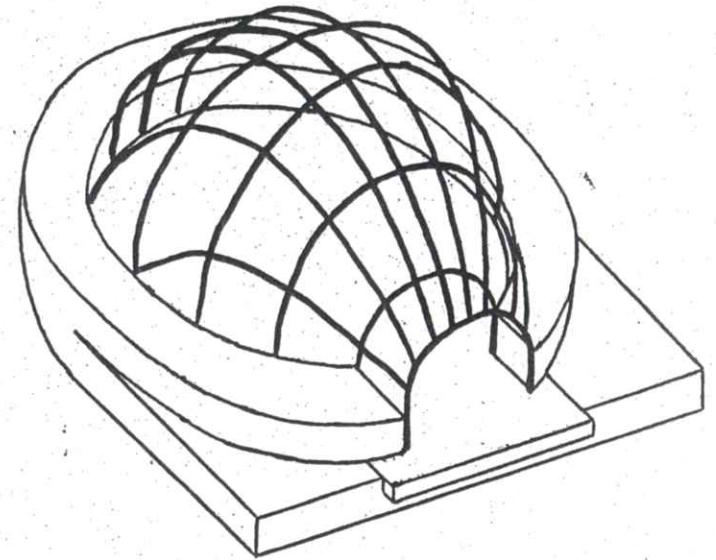

Figure 13 - le gabarit en baguettes souples.
► Soit, réaliser la forme de la voûte et de la bouche en baguettes souples (branches de noisetier, par exemple) (figure 13).
► Monter les gabarits tels que décrit précédemment (figures 13 et 14)